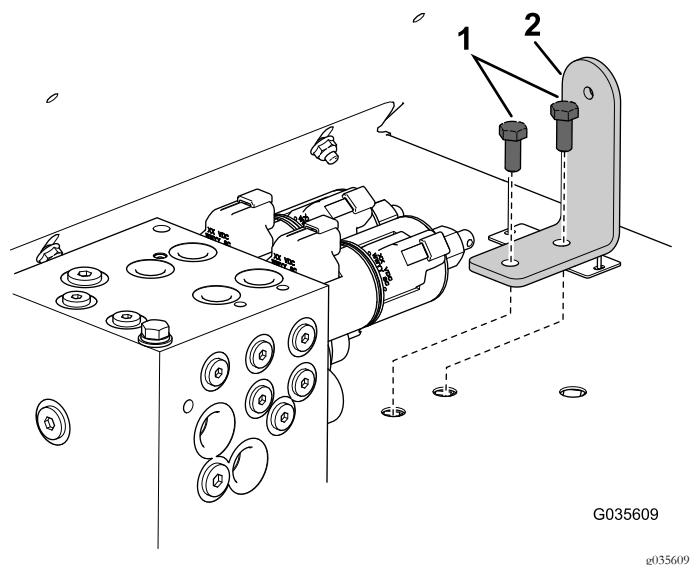

图12
12. 用2个螺丝 $\frac{5}{16} \times \frac{3}{4}$ 英寸将旋钮支架安装到冲洗防护装置上请参阅图12。